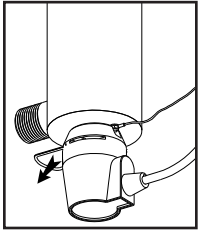
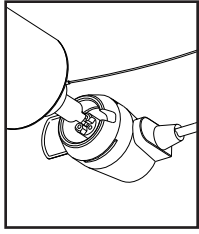

FIGURE 1
FIGURE 2
Interrompre l'alimentation électrique et laisser le processus de mise hors-tension s'exécuter. Enlever le connecteur en retirant la bague métallique de retenue (Figure 1) du corps du connecteur. Enlever le connecteur et retirer la lampe de la chambre du réacteur. Lorsque la lampe devient visible, séparer la lampe du connecteur (Figure 2). Il suffit de séparer les deux composants – ne pas effectuer un mouvement de torsion entre la lampe et le connecteur. Éviter de toucher la surface de verre de la lampe. Il est acceptable de manipuler la lampe par les extrémités de céramique; cependant, s'il est nécessaire de toucher le tube de verre, porter des gants ou utiliser un linge doux. Retirer complètement la lampe de la chambre du réacteur; en veillant à ne pas incliner la lampe par rapport au réacteur; si la lampe est inclinée, une pression est exercée à l'intérieur du manchon de quartz, et ceci provoquera le bris du manchon.
2. Interrompre l'alimentation électrique et laisser le processus de mise hors-tension s'exécuter. Enlever le connecteur en retirant la bague métallique de retenue (Figure 1) du corps du connecteur. Enlever le connecteur et retirer la lampe de la chambre du réacteur. Lorsque la lampe devient visible, séparer la lampe du connecteur (Figure 2). Il suffit de séparer les deux composants – ne pas effectuer un mouvement de torsion entre la lampe et le connecteur. Éviter de toucher la surface de verre de la lampe. Il est acceptable de manipuler la lampe par les extrémités de céramique; cependant, s'il est nécessaire de toucher le tube de verre, porter des gants ou utiliser un linge doux. Retirer complètement la lampe de la chambre du réacteur; en veillant à ne pas incliner la lampe par rapport au réacteur; si la lampe est inclinée, une pression est exercée à l'intérieur du manchon de quartz, et ceci provoquera le bris du manchon.
Pour l'installation d'une lampe neuve, retirer d'abord la lampe de son emballage de protection; veiller encore à ne pas toucher la surface de verre de la lampe. Insérer délicatement la lampe dans le réacteur (à l'intérieur de la gaine de quartz – Figure 3). Insérer complètement la lampe dans le réacteur, mais laisser la lampe dépasser de deux pouces hors de la chambre du réacteur. Ensuite, brancher le connecteur à la lampe UV. Le connecteur comporte un repère de positionnement qui empêche un branchement incorrect (Figure 2). S'assurer que le connecteur soit parfaitement enfoncé sur la lampe UV (Figure 4).